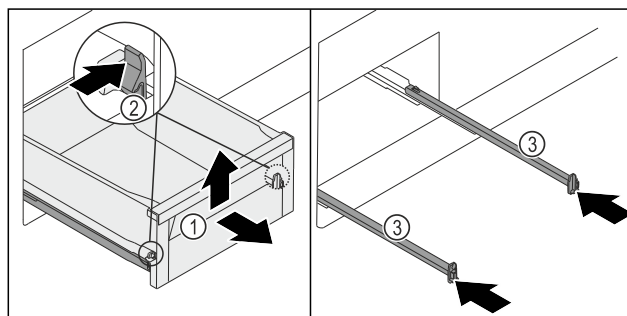

Fig. 133
- Изтеглете чекмеджето Fig. 133 (1) докрай.
- Натиснете скобата Fig. 133 (2) отляво и отдясно едновременно навътре.
- Чекмеджето Fig. 133 (1) се освобождава от релсите.
- Повдигнете нагоре чекмеджето Fig. 133 (1) отпред.
- Извадете чекмеджето Fig. 133 (1) напред.
- Вкарайте релсите Fig. 133 (3).